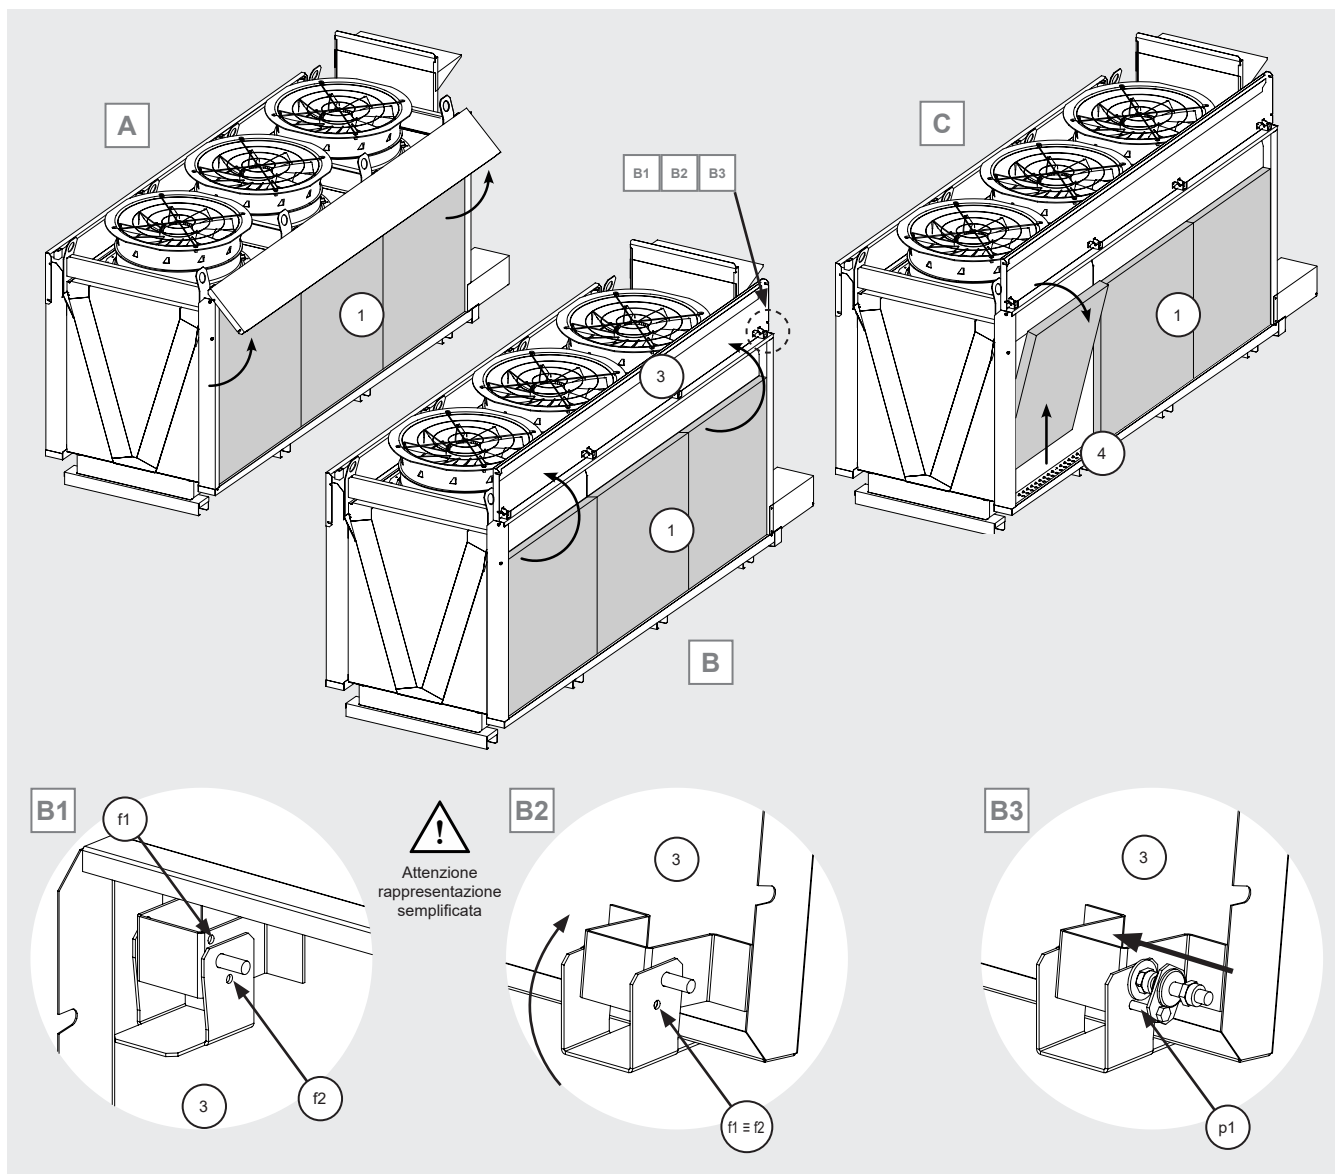

Figura 18
- 12.9.4 Sollevare il coperchio (3) del vano ugelli. V. Figura 18 A e B. Prestare attenzione ai particolari di Figura 18 B1, B2, B3. La Figura 18 B1 e la Figura 18 B2 sono semplificate per motivi esplicativi. Si osservi la Figura 18 B1: una cerniera è dotata di un sistema che impedisce al coperchio (3) di chiudersi accidentalmente. La cerniera è dotata di n. 2 fori (f1) ed (f2). Ruotare il coperchio (3) fino a far combaciare i due fori, come da Figura 18 B2. A questo punto, inserire il perno (p1) nei due fori e bloccare in posizione il coperchio (3). Prima di operare sul modello, assicurarsi che il coperchio (3) sia stabilmente in posizione e non possa richiudersi accidentalmente. Pericolo di urto con mani o testa.
- 12.9.5 Estrarre i pannelli esterni (1): sollevarli verticalmente per farli uscire dalla guida inferiore (4) e quindi tirarli verso l'esterno. V. Figura 18 C.